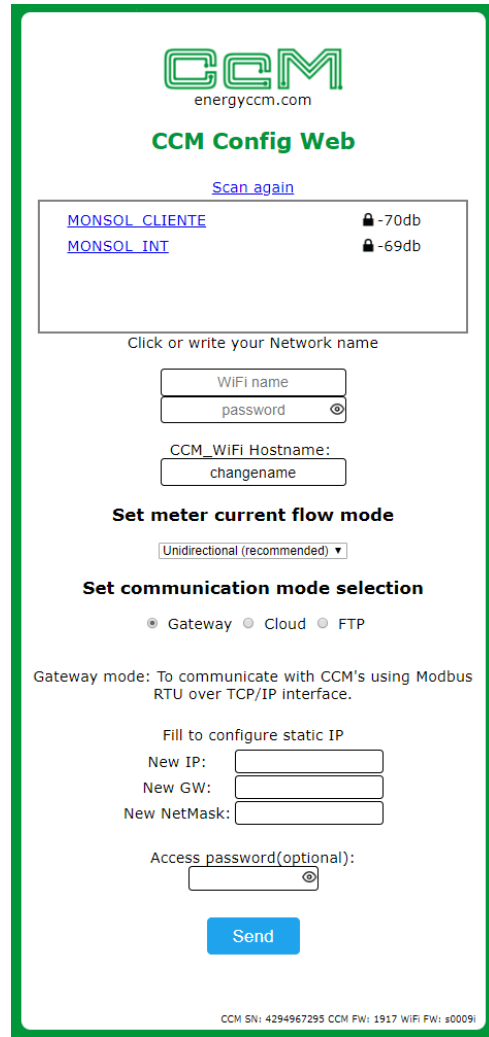

Figura 12 Página de configuración CcM Config Web.
Al introducir la dirección mencionada (<http://192.168.4.1/>), accederá a la página de configuración "CCM Config Web" (Figura 12) de la web embebida del dispositivo CcM, a través de la cual se llevará a cabo la configuración de la conexión WiFi.
- Una vez hecho esto, abra un explorador web e introduzca el nombre del dispositivo ("device hostname" en la Figura 12) seguido de ".local". Por defecto: <http://ChangeName.local/>